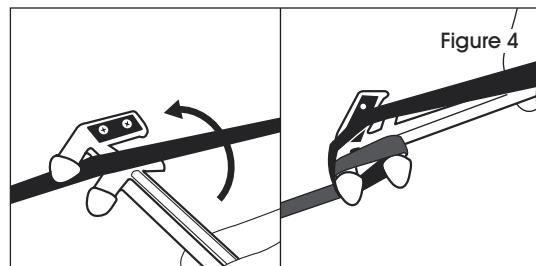

Figure 4
1. Placez le feuillard entre les tiges du tendeur. En soulevant la poignée, faites pivoter l'outil à 360 degrés. (Voir Figure 4)